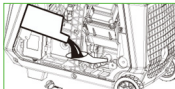

Fig.2
- Desenrosque la varilla de aceite, que a su mismo tiempo hace de tapón. Añada 0,45 L de aceite. (Fig. 2) (Tabla de aceites recomendados (Fig.4))